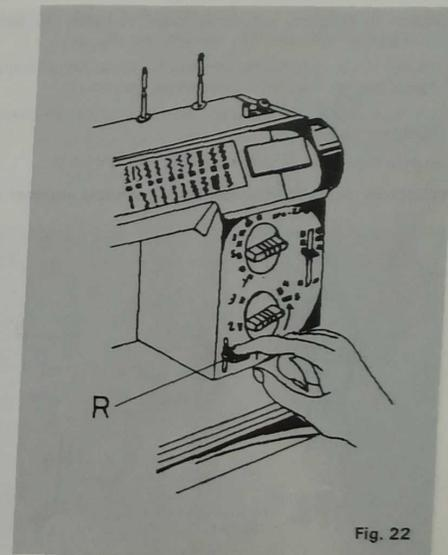

Fig. 22
19.º COSIDO HACIA ATRAS (fig. 22)